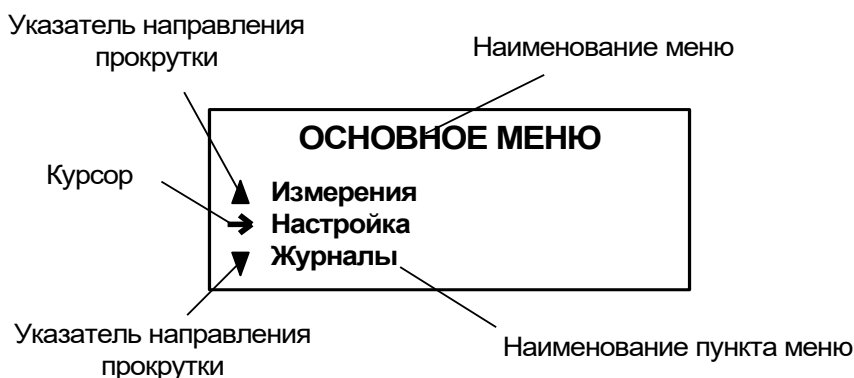

Рис. 1. Вид основного меню.
1.3.1.1. Основное меню (рис.1) имеет неизменный состав, кроме меню **ПОВЕРКА**, которое отображается только в режиме **НАСТРОЙКА**. Состав и структура подменю и окон, а также возможности модификации установочных параметров определяются режимом работы расходомера.
1.3.1.3. Индикация на дисплее состоит из наименования меню (окна), располагающегося неподвижно в первой строке дисплея жидкокристаллического индикатора (ЖКИ), и наименований пунктов меню (параметров), которые могут смещаться вверх или вниз (рис.1).
- 1.3.1.5. Одновременно на дисплее может индцироваться не более 3-х строк (пунктов меню, параметров из списка). Поэтому в начале первой и последней строк пунктов (параметров) могут располагаться указатели направления прокрутки в виде треугольников (рис. 1), вершины которых направлены в стороны возможного перемещения курсора по строкам (пунктам меню, параметрам).